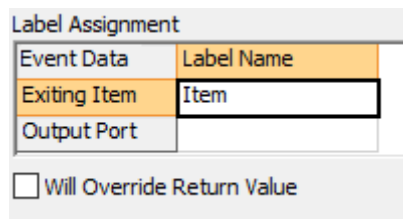

Figura 10- Label Assignment
- Em Quick Properties, em Label Assignment nomeie a label para o item existente de Item, conforme Figura 10.